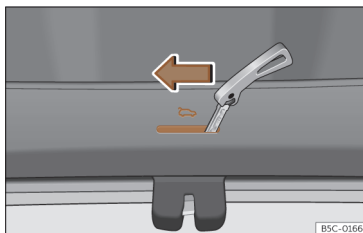

Abb. 79 Ausschnitt Gepäckraum:
- Führen Sie den Schlüsselbart in den Schlitz ein und drehen Sie den Schlüssel in Pfeilrichtung, bis sich das Schloss öffnet >>> **(Abb. 79)**.